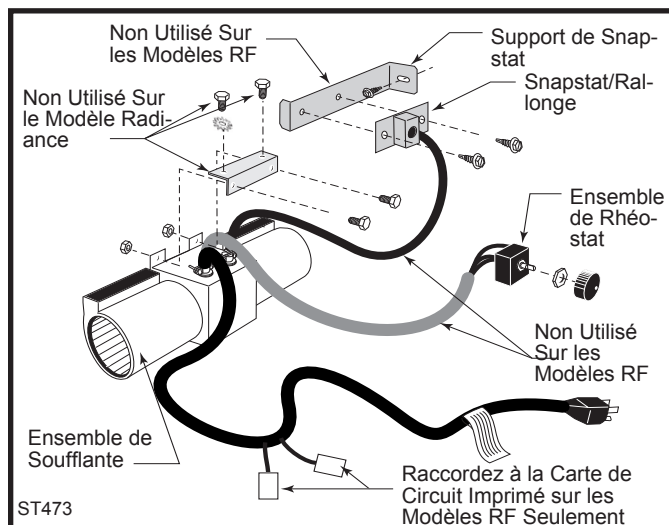

Fig. 15 Composants du nécessaire de ventilateur.
- Le nécessaire de ventilation comprend une soufflante et un rhéostat raccordés à un câble. (Fig. 15) La soufflante se fixe à la partie inférieure arrière de l'appareil, alors que le rhéostat se monte sur la plaque-couvercle du distributeur. L'ensemble comprend un dispositif « snapstat », qui met automatiquement le ventilateur en fonction (ON) ou hors fonction (OFF) lorsqu'on atteint respectivement une température supérieure ou inférieure à 43°C (109°F) environ. Le rhéostat offre également une plage de réglage de la vitesse du ventilateur depuis la position d'arrêt (OFF), laquelle permet de neutraliser la fonction du dispositif « snapstat » à la position maximum (HIGH). Déballez et vérifiez la soufflante en prenant soin de vous assurer qu'elle tourne librement.